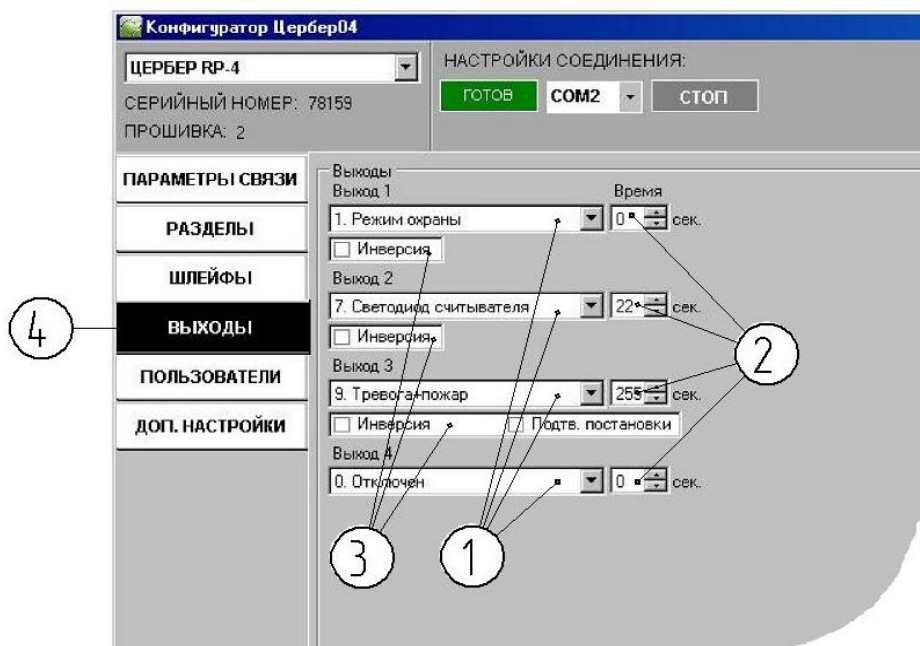

Рис. 9
13. Кнопка перехода в меню настройки параметров выходов прибора. Данное меню позволяет изменять режим работы выходов ППКОП в зависимости от необходимой конфигурации объекта (Рис. 9).